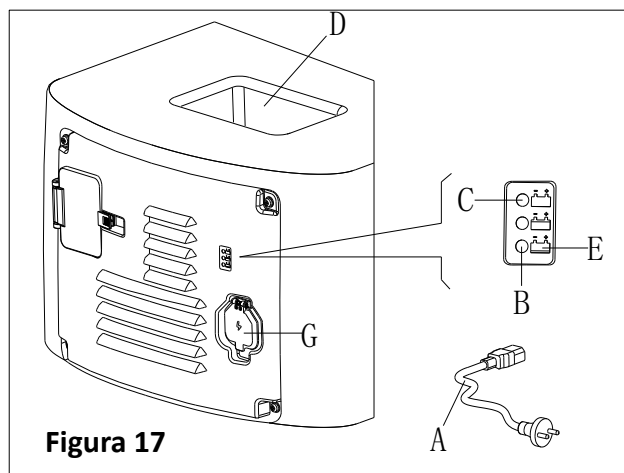

Figura 17
6. Conectați cablul încărcătorului (A, Figura 17) la priza electrică (G), și toate funcțiile mașinii, cu excepția încărcării bateriilor, vor fi întrerupte. În mod normal, indicatorul LED roșu (B) va indica faptul că mașina e în curs de încărcare.
7. Bateriile sunt complet încărcate atunci când indicatorul LED verde (C) se aprinde.
8. Deconectați cablul încărcătorului de la priza electrică după ce încărcarea s-a efectuat complet, apoi depozitați cablul încărcătorului în compartimentul pentru depozitare (D).
Pentru mai multe informații despre încărcătorul încorporat (E, Figura 17), consultați manualul relevant de la centrul de service